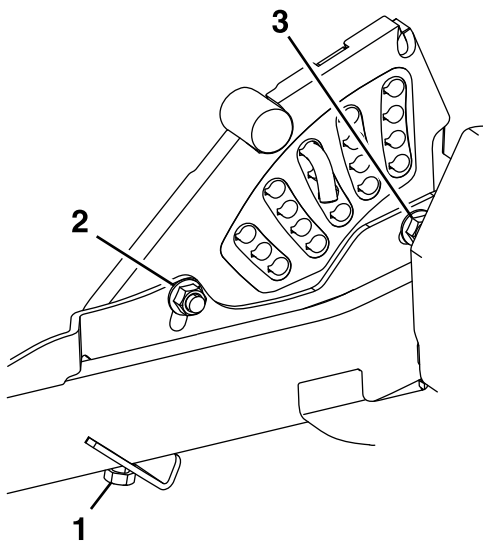

Figure 83
7. Si le tablier est trop bas, serrez le boulon de réglage monopoint dans le sens horaire (Figure 83).